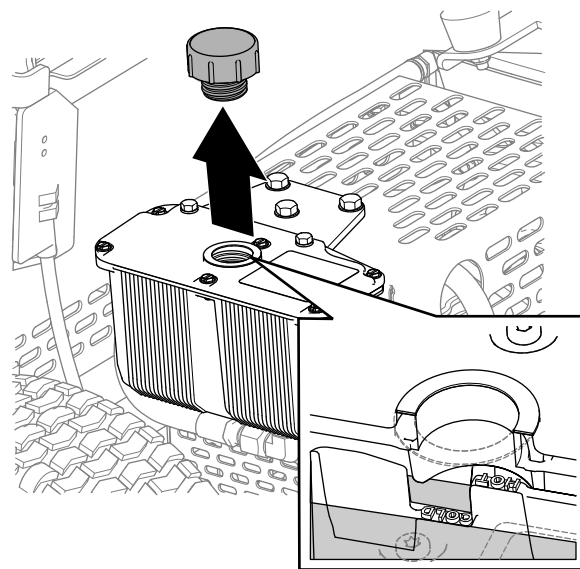

Figura 36
3. Retire el tapón y compruebe el nivel de fluido hidráulico en el depósito (Figura 36).